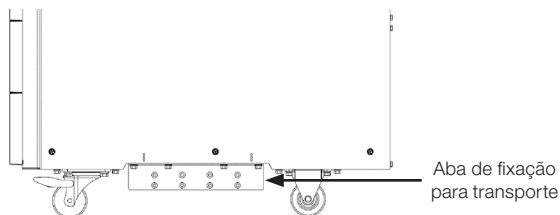

Figura 5.3: Aba de fixação para transporte do produto (peça inferior)
- Em seguida, com o auxílio de uma chave sextavada de 8 mm, retirar a aba inferior, localizada abaixo do produto e mostrada na Figura 5.3 na página 5-3.